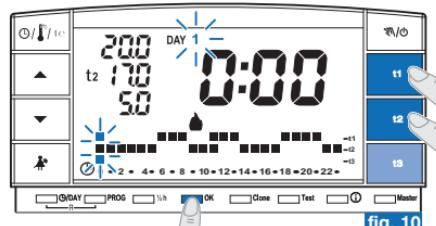

fig. 10
- Confirmer pour chaque heure du jour le type de température désirée (Confort, Économie, Absence) en appuyant sur les touches t1, t2 et t3 (chaque pression permet la confirmation et le déplacement du digit à l'heure suivante, l'heure correspondante est affichée sur l'écran) jusqu'à compléter le diagramme quotidien de 24 heures relatif au **Lundi**; les deux digits clignotent sur **0:00** (par ex. fig. 10).